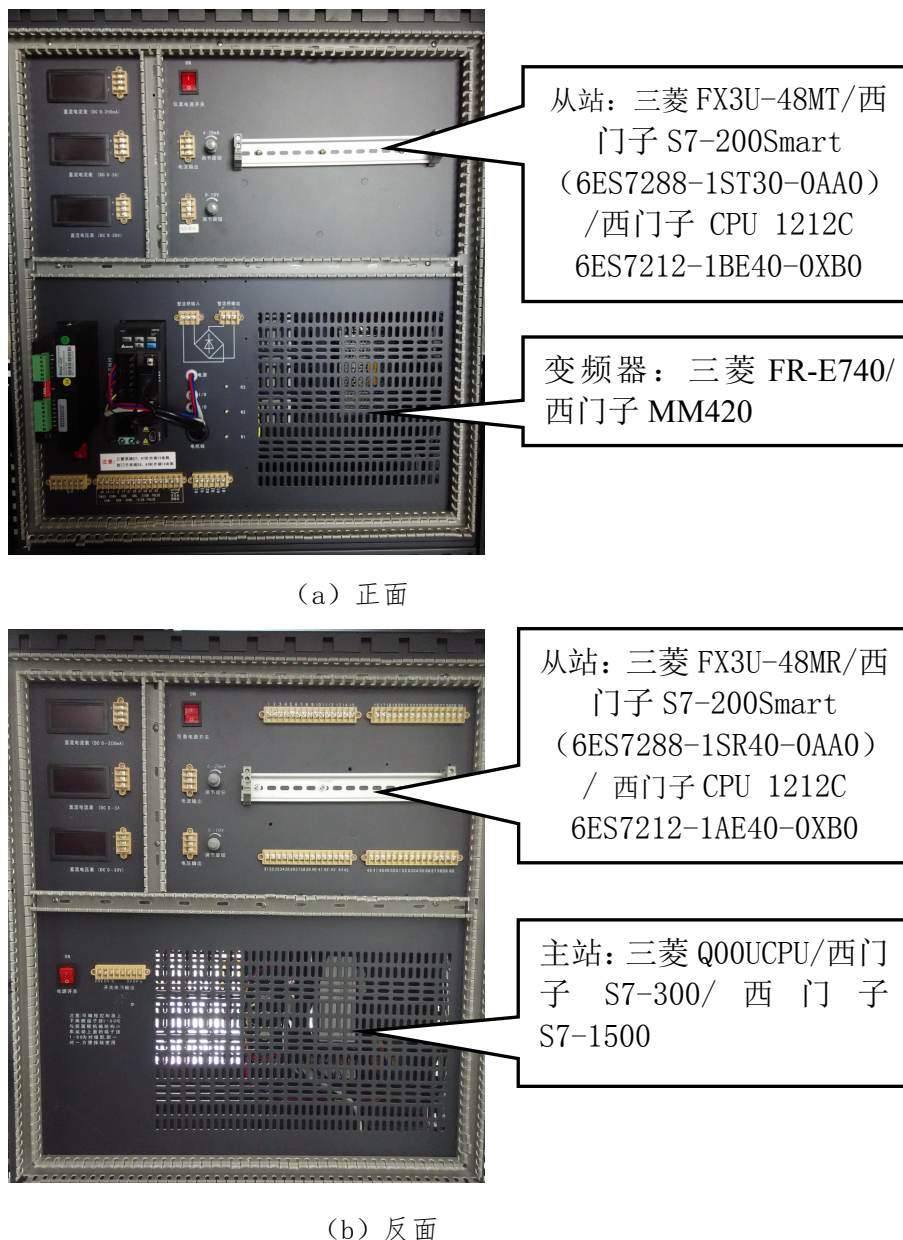

图 2 PLC 和变频器安装位置示意图
5、三台 PLC 和变频器安装位置要求如图 2 所示,不允许自行定义位置,不得擅自更改设备已有器件位置和线路,其余器件位置自行定义。